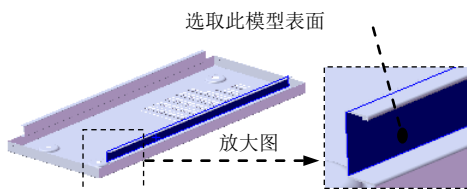
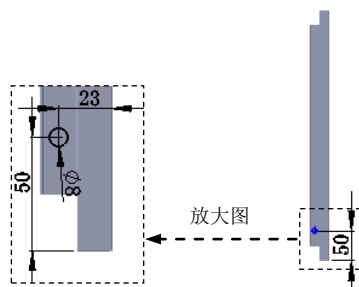

图 17.9.55 定义孔的放置面
图 17.9.56 横断面草图
(1) 选择下拉菜单 **插入(I)** → **特征(F)** → **孔(H)** → **简单直孔(S)...** 命令。
(2) 定义孔的放置面。选取图 17.9.55 所示的模型表面为孔的放置面。
(3) 定义孔的参数。在 **方向1** 区域的下拉列表中选择 **完全贯穿** 选项，在  文本框中输入数值 8.0。
(4) 单击“孔”对话框中的  按钮，完成孔 1 的创建。
(5) 编辑孔的定位。在设计树中右击  **孔1**，在系统弹出的快捷菜单中单击  命令，进入草图环境；绘制图 17.9.56 所示的横断面草图。单击  按钮，退出草图环境。